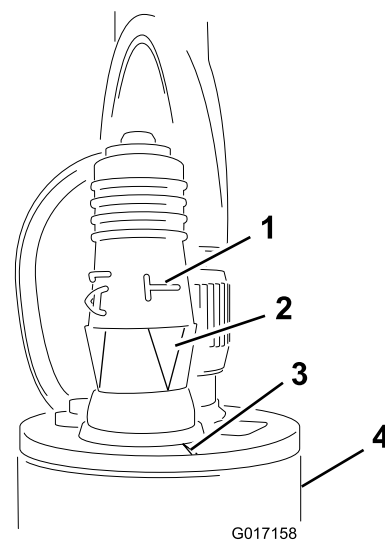

Figura 22
3. Montai fia pentru programare pe senzor (Figura 22).
Important: Asigurați-vă că aliniați săgeata de sub „T”-ul lateral cu canelura de pe marginea superioară a senzorului (Figura 22).